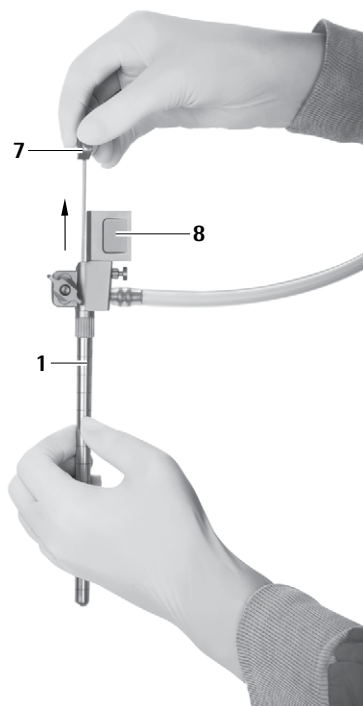

Fig. 9
- Extraer con cuidado el obturador para el canal de trabajo ovalado **7** del trocar MINOP InVent **1**, ver Fig. 9.